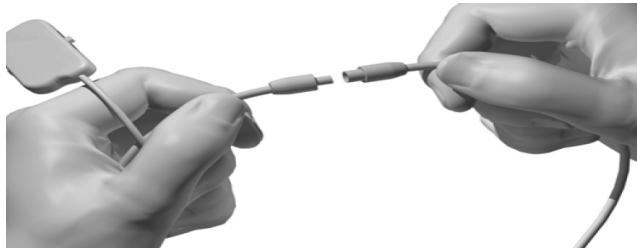

Figure 7 : Câble 1x8 et rallonge de la salle d'opération
1. Fixez la rallonge du câble de salle d'opération au câble de salle d'opération (Figure 7).